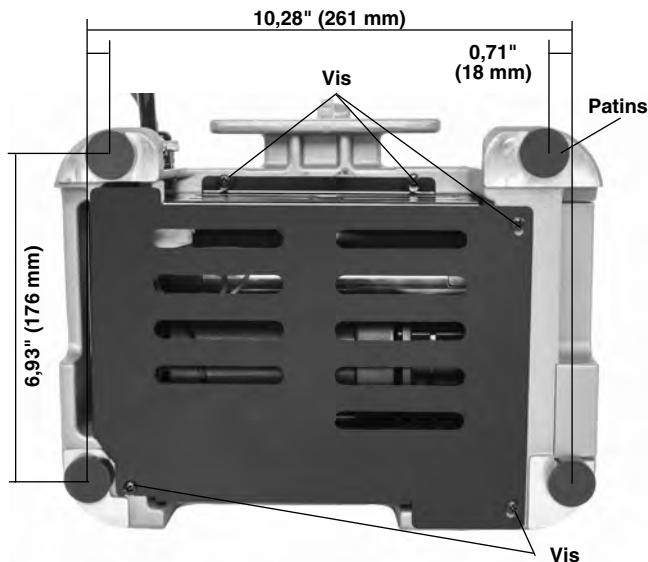

Figure 16 – Vis du carter inférieur
2. Desserrez les cinq vis du carter inférieur (Figure 16), puis retirez le carter. Notez que certaines de ces vis restent attachées au carter.